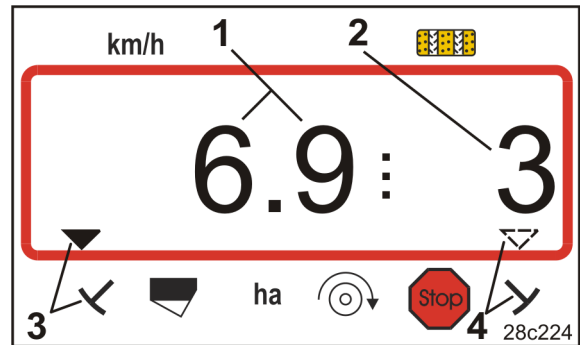

Fig. 31
- körhastigheten (Fig. 31/1),
för körspårskräknaren (Fig. 31/2),
- vänster markörsensor (Fig. 31/3)
- höger markörsensor (Fig. 31/4)